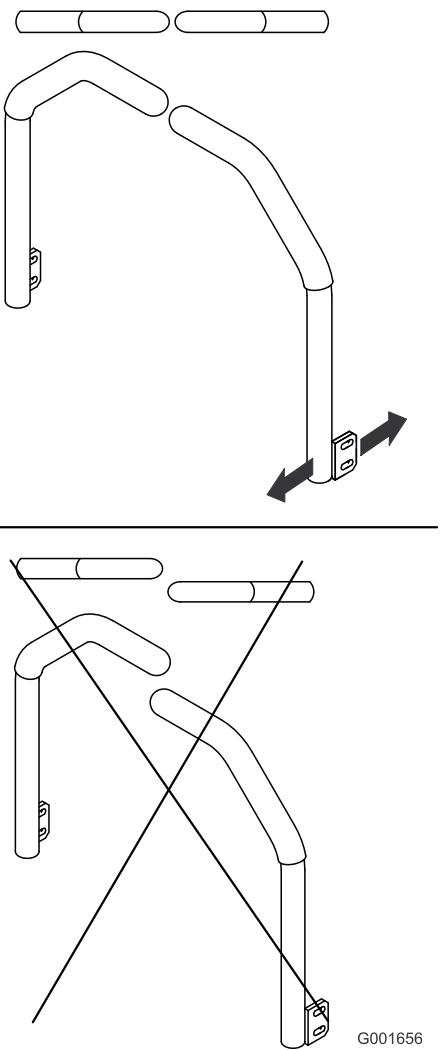

Figura 59
5. Ajuste as alavancas de controlo de forma a ficarem alinhadas e aperte os parafusos, prendendo as alavancas às hastas (Figura 59).